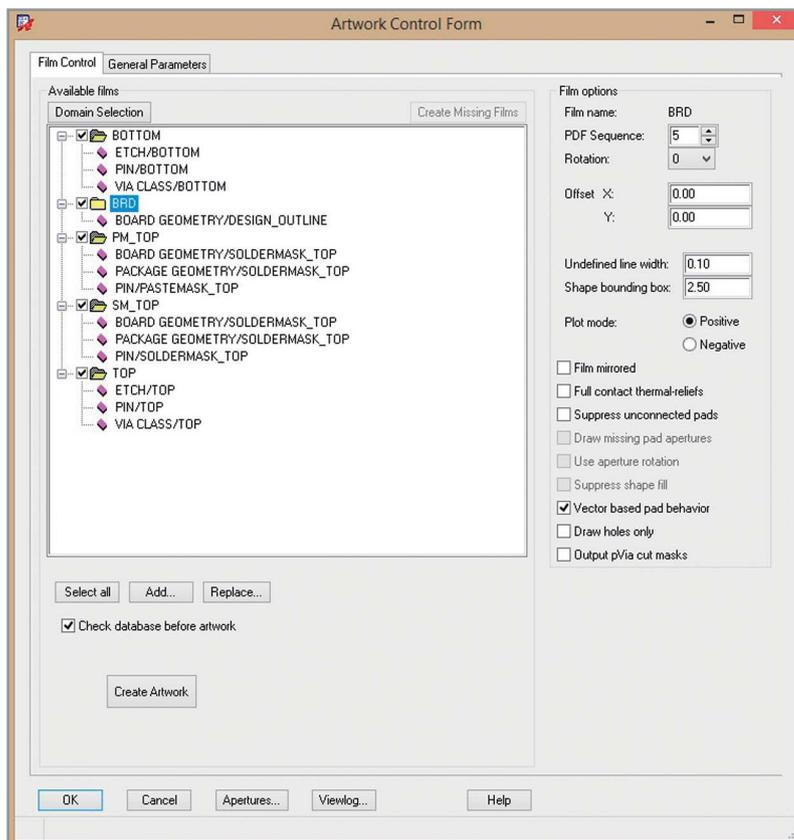

Рис. 43. Окно вывода файлов Gerber с подготовленными группами слоёв
13. Выберем все Gerber-файлы, нажав Select All, и создадим их нажатием на Create Artwork (см. рис. 43).